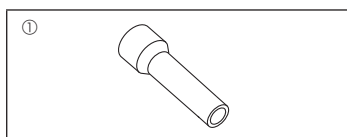

Fig. 1-1
1.6. Tilbehør til utendørsenheten (Fig. 1-1) (ZRP200/250, P200/250)